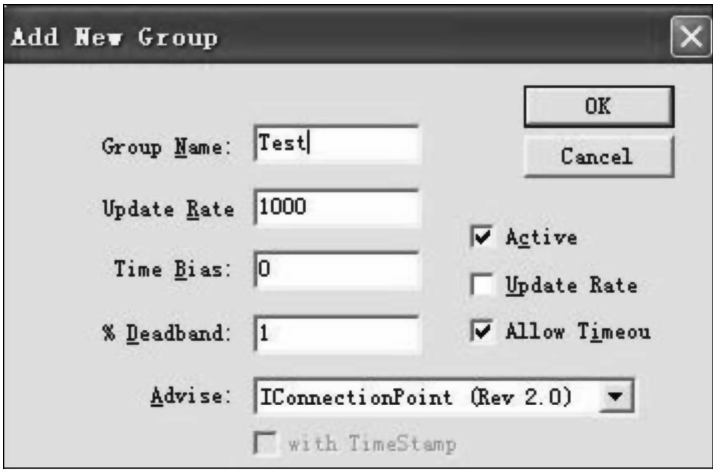

图 9-56 添加一个新组
3) 依次点击“Group →Add New Group”，然后在“Group Name”中输入“Test”并点击“OK”结束，如图 9-56 所示。